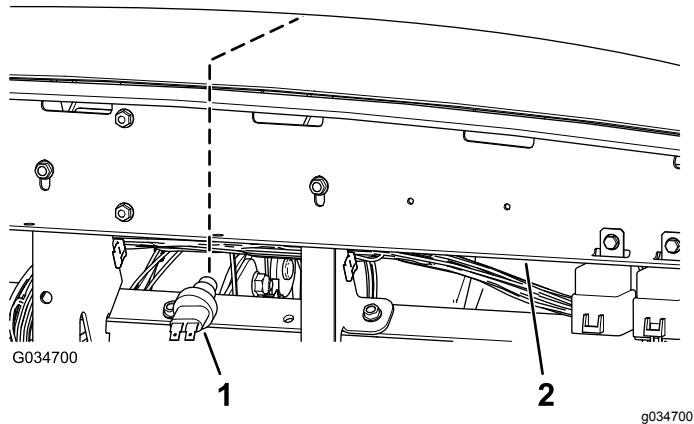

Рисунок 5
2. Протяните руку под кронштейн приборной панели и установите переключатель звукового сигнала в отверстие (Рисунок 5).
- Протяните руку под кронштейн приборной панели и установите переключатель звукового сигнала в отверстие (Рисунок 5).